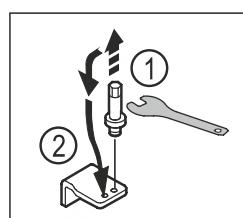

Fig. 19
- Відкрутіть болт нижнього опорного кронштейна за допомогою шестигранного ключа SW5. Fig. 19 (1)
- Вставте болт із протилежного боку. Fig. 19 (2)